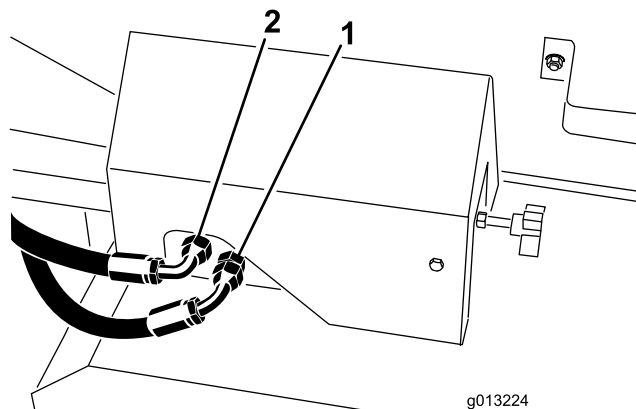
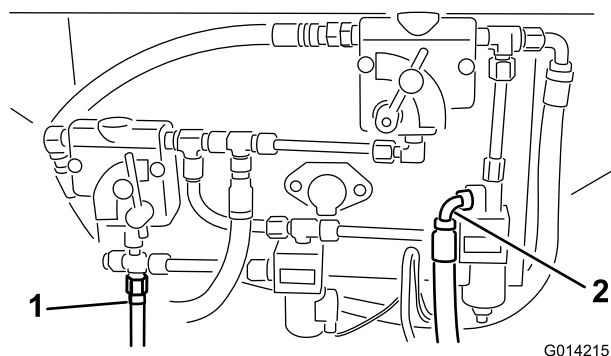
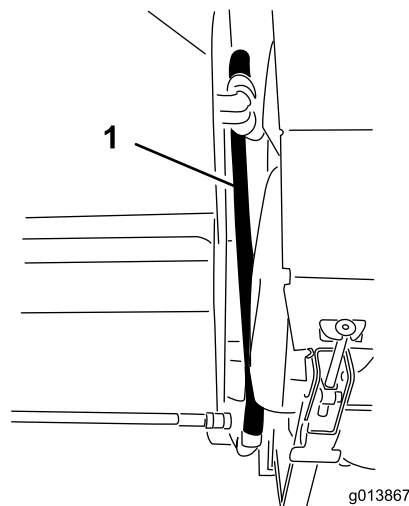
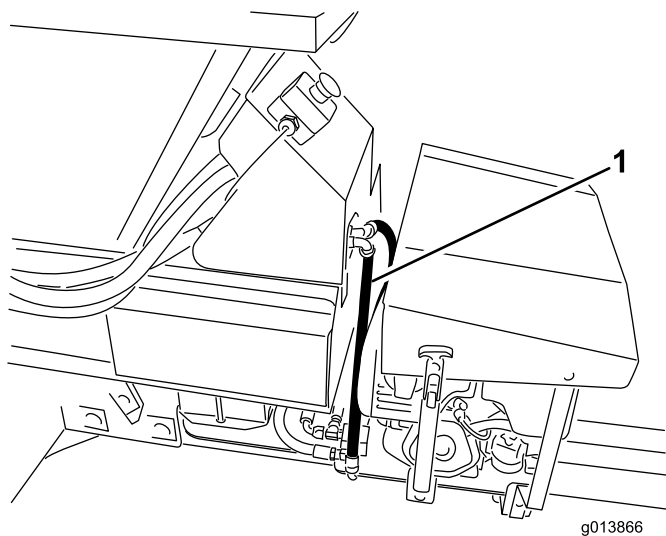

図 15
図 14
図 16
図 17
39. プロパスベースモデルの高圧側および戻り側の油圧接続を確認する。SHバージョンについては 図 14 を参照、EHバージョンについては 図 15 を参照。
40. もし、加圧側および戻り側ホースが 図 14 および 図 15 に示す位置に取付けてあった場合には、取り外す。
41. 油圧ホースを油圧コントロールパネルに接続する。SH バージョンについては 図 14 と 図 16 を参照、EH バージョンについては 図 15 と 図 17 を参照。